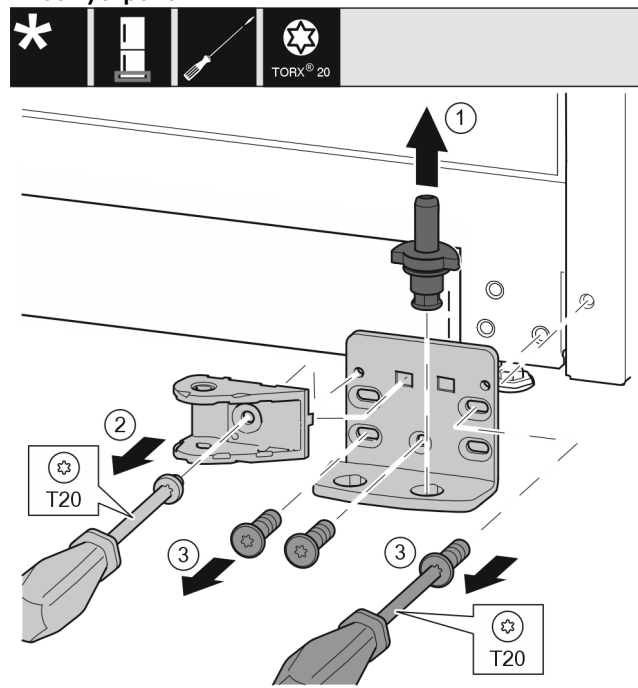

Fig. 34 *
- ▶ Опорный палец полностью извлеките движением вверх. Fig. 34 (1)*
- ▶ Открутите винт отверткой T20 и снимите соединительный элемент амортизатора. Fig. 34 (2)*
- ▶ Открутите винты отверткой T20 и снимите опорный кронштейн. Fig. 34 (3)*